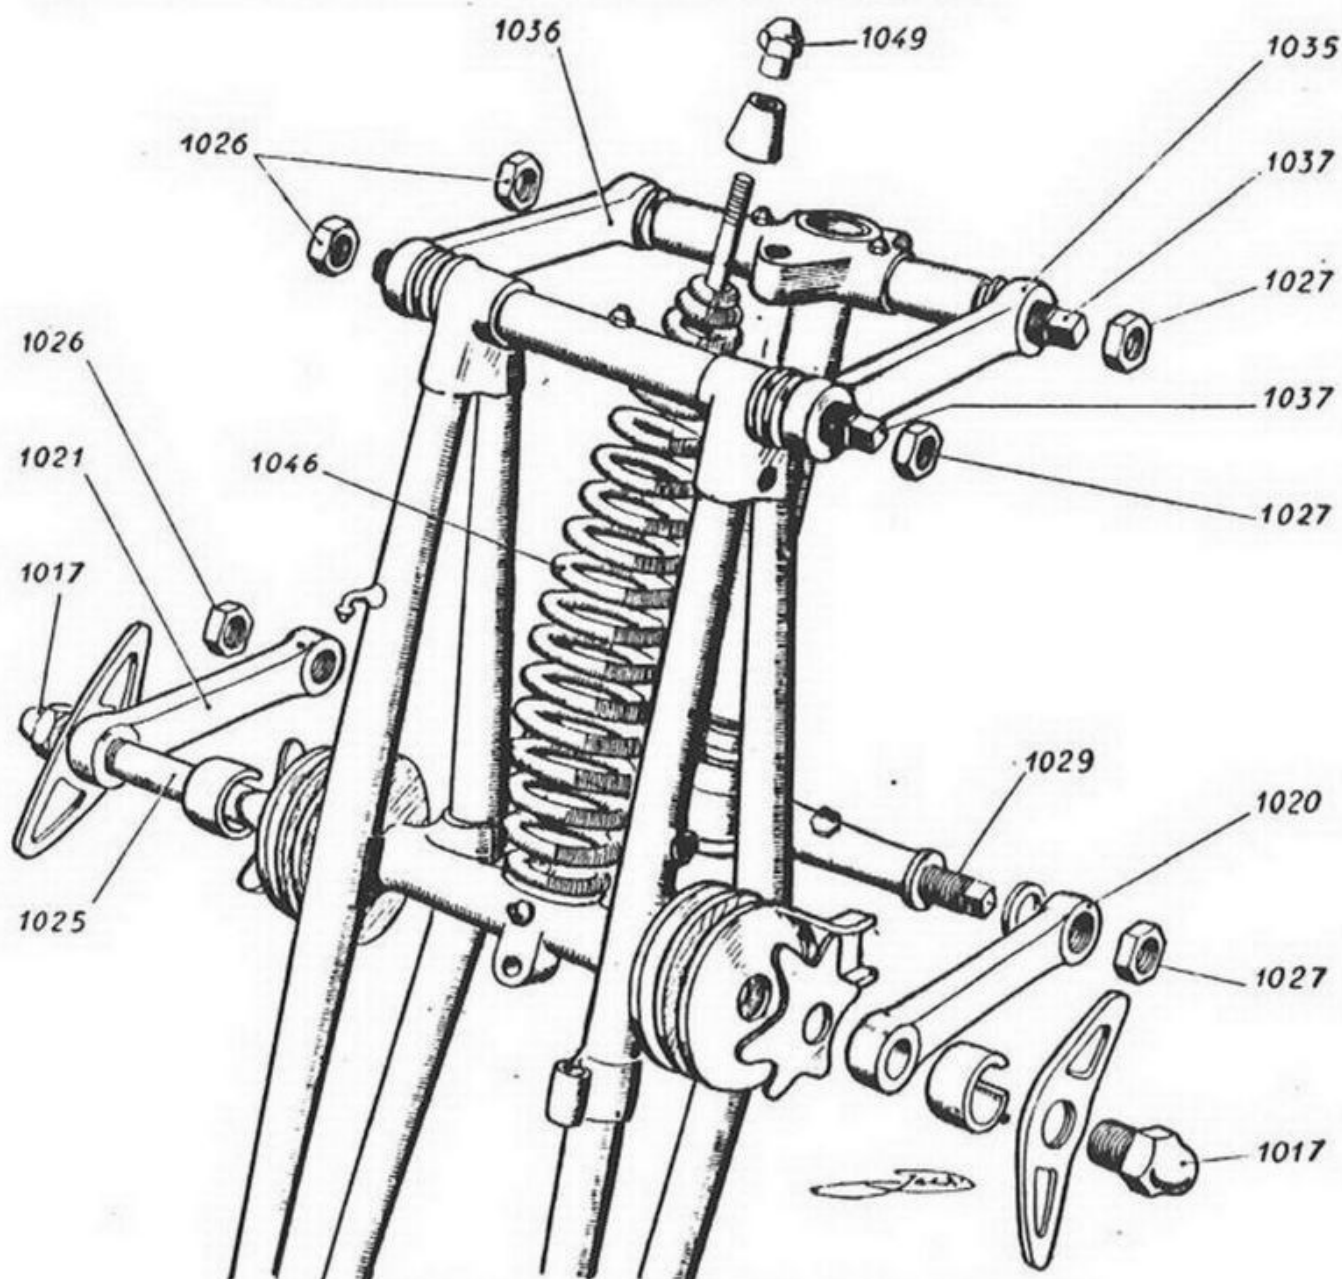

Fig. 22 - Smontaggio della forcella anteriore
21) - Smontaggio della forcella anteriore (fig. 22).